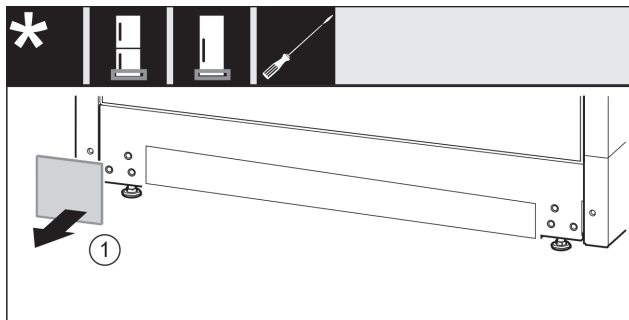

Fig. 12
- Noņemiet pārsegu. Fig. 12 (1)